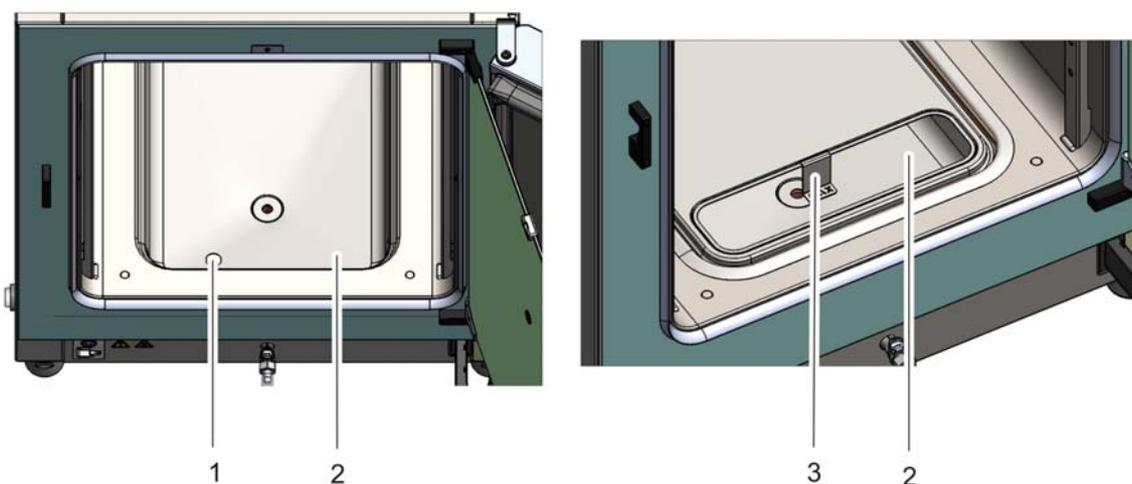

Figura 3-7. Sensor del nivel de agua
- El sensor del nivel de agua (1/Figura 3-7) avisa al usuario cuando es necesario rellenar el depósito de agua (2/Figura 3-7). Cuando el nivel en el depósito de agua llega a 0,5 l, en la visualización en pantalla se muestra en el campo rH el mensaje **Error - rH - No hay** «Mensajes de error» en página 6-44 agua (véase también).
- De manera adicional, también hay disponible un indicador mecánico/visual del nivel máximo de agua para facilitar las operaciones de rellenado (véase/Figura 3-7).